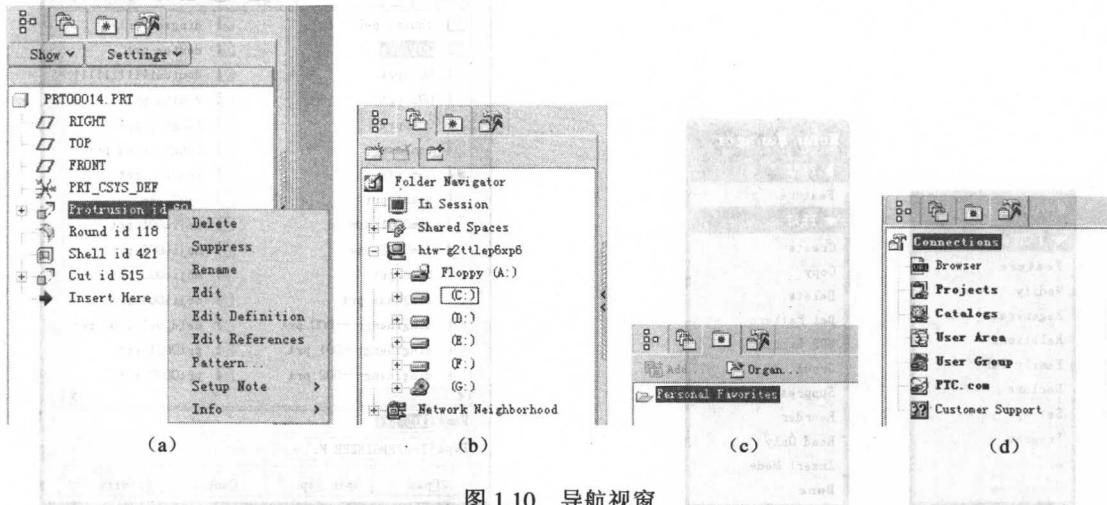

图 1.10 导航视窗
- 模型树：如图 1.10 (a) 所示，用以显示建模组成的几何特征及基准面，通常可在模型树视窗内对建模组成的几何特征及基准面进行修改和编辑；
- 文件夹浏览器：如图 1.10 (b) 所示；
- 个人收藏夹：如图 1.10 (c) 所示；
- 链接：如图 1.10 (d) 所示。